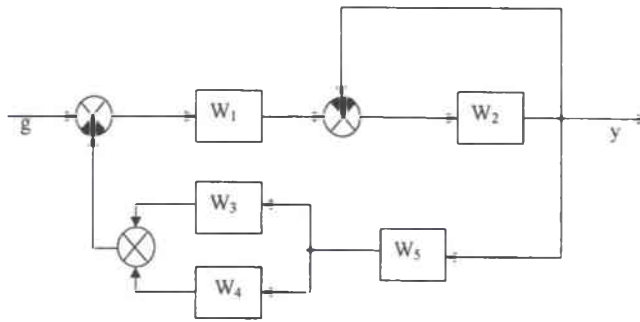

Рис. 1. Структурная схема САУ
1. По заданным уравнениям звеньев составить их передаточные функции. Преобразовать структурную схему САУ (рис. 1) и найти ее передаточную функцию по задающему воздействию.